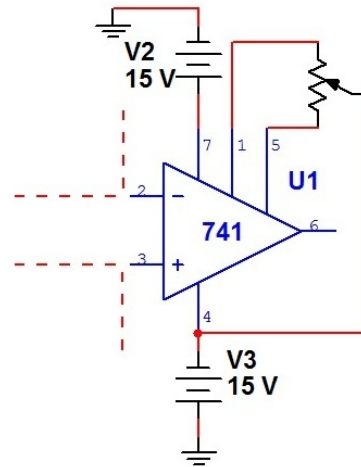

Figura 8. Esquema: Ajuste interno do ampop.
Para zerar este erro dispomos de dois métodos. O primeiro método consiste em utilizar os terminais próprios (quando existirem) denominados *BALANCE* ou *OFFSET NULL*. O diagrama esquemático e os valores dos componentes utilizados são apresentados pelos fabricantes. Para o 741, o circuito é apresentado na figura 8. Este método é utilizado em circuitos mais simples, que utilizam apenas um ampop.
**PRIMEIRA ETAPA** - Completar o circuito com o trimpot de ajuste conforme a figura 8. Preste muita atenção na instalação do trimpot.